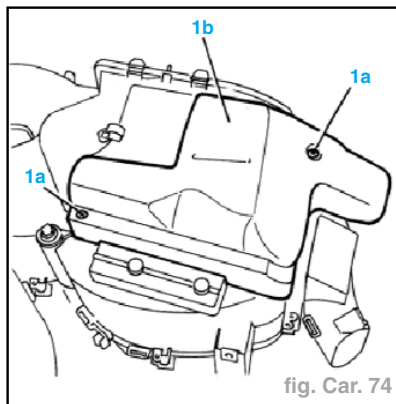

fig. Car. 74
- Dévisser les deux vis de fixation (1a) de la protection de la canalisation (1b) et la déposer (fig. Car. 74).